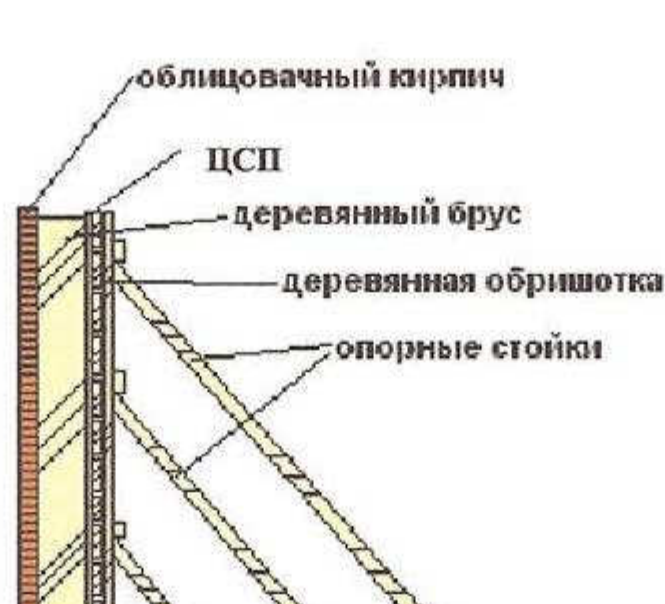

рис. 6
1. сначала выкладываем наружную стену из облицовочного кирпича (рис. 6),
6. далее монтируем следующие ряды, как показано на рис.6,